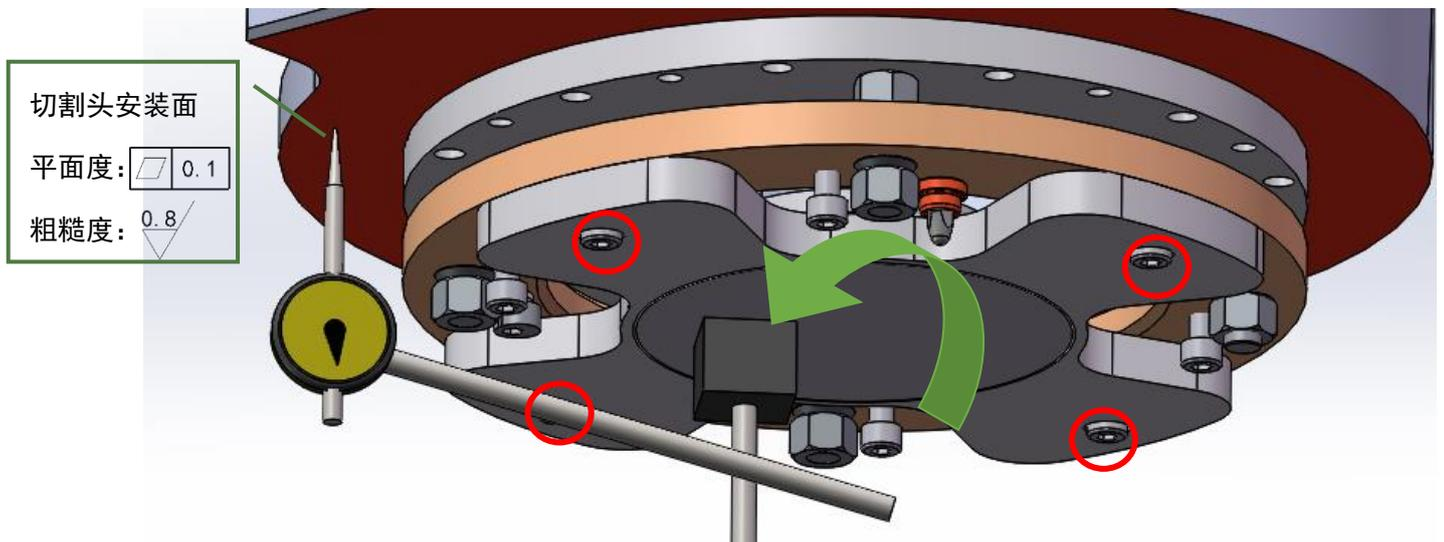

图 5.3 打表吸附
b) 四轴安装调平需要将千分表吸附在调平旋转机构底板上，如图 5.3；
c) 表探针打在客户的对接法兰盘（以下简称法兰）的水平加工端面上，所以您设备的切割头安装面的设计需要留出一周足够打表的区域（下图红色区域），并且平面度要求 0.1mm 和粗糙度要求 $Ra0.8 \mu m$ ，如图 5.3 所示：
调整法兰相较于您设备的切割头安装面调平后，如上图 5.3 红色圈处的四个 M8*20 内六角圆柱头螺钉拆除，取下调平旋转机构与千分表。